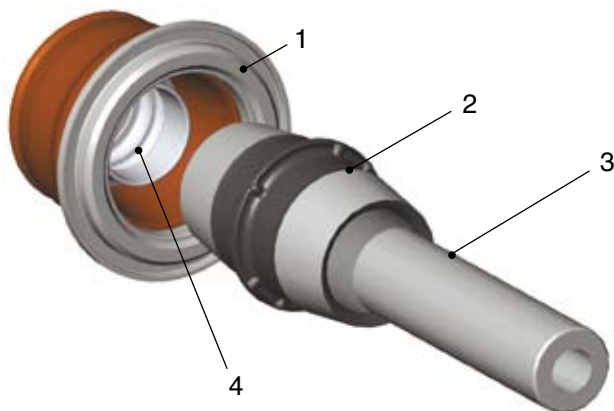

Рис. 6.5.1. Разъем сборной шины (1) с изолятором (2), контактной трубкой (3) и спиральными контактами (4)
Находящиеся в газовой камере сборные шины блоков распределительных ячеек соединяются друг с другом штекерными соединениями сборных шин (рис. 6.5.1 - 6.5.3). Соединение сборной шины состоит из смонтированных внутри модуля ячейки разъемов сборных шин из литой смолы (1), силиконовой изоляции (2), контактной трубки (3) и спиральных контактов (4).